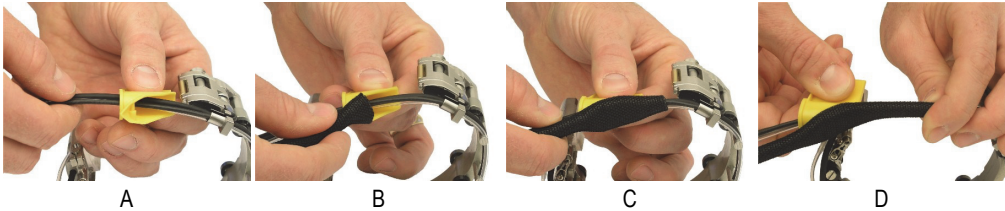

Figura 2-2 Instalación de la funda de protección
2. Con la herramienta de instalación para cables de color amarillo, introduzca la funda de protección sobre los cable y el tubo de la siguiente manera (véase la Figura 2-2 en la página 35):